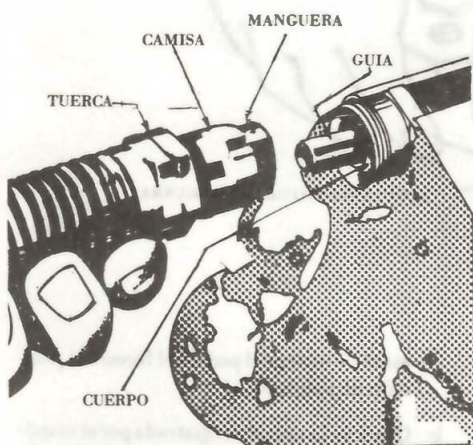

Fig. 12- Instalando la manguera en el cuerpo del conector
- 8º Inserte el extremo de la manguera en el cuerpo del conector (fig. 12), asegurándose de que el extremo de la manguera está al ras con el fondo del receso.